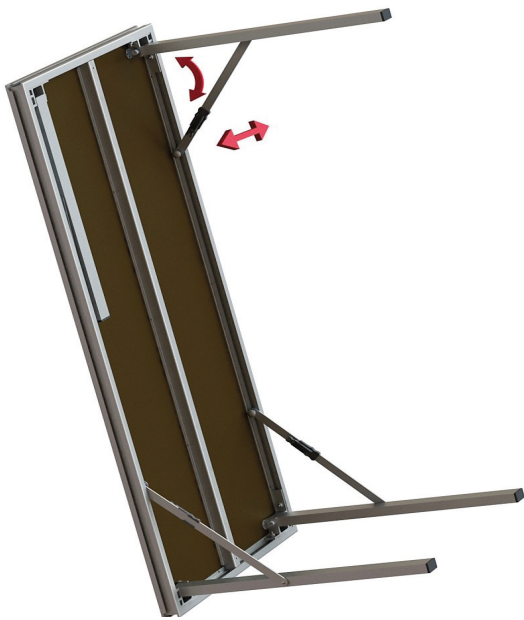

Bild Nr. 1 / Image 1
1. Das Bühnenelement senkrecht auf die Seitenfläche stellen (Bild Nr. 1).
2. Alle vier versenkten Klappfüße nach außen zu einem Winkel von 90° schwenken, bis der Führungsbolzen in die Tasche einrastet (Bild Nr. 1).